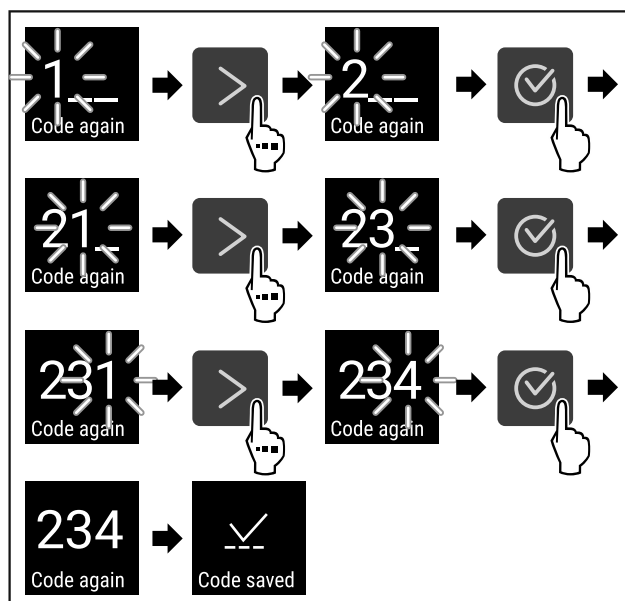

Fig. 74
- ▶ Suivre les étapes (voir Fig. 74).